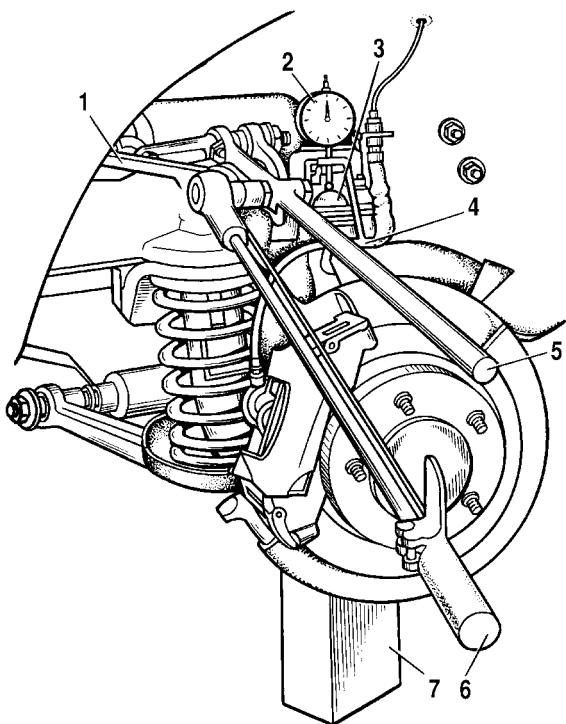

Рис. 4-2. Проверка состояния резинометаллического шарнира рычага передней подвески:
- замерьте радиальное смещение А (рис. 4-2) наружной втулки 2 относительно внутренней втулки 6 и расстояние В между упорной шайбой 5 и внешним торцом наружной втулки 2.